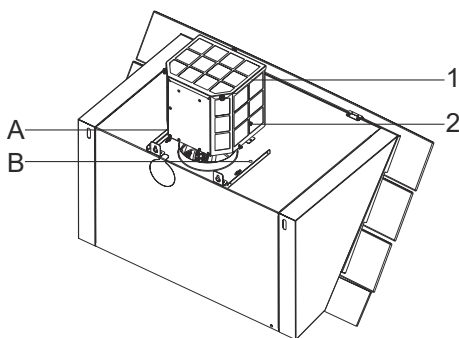

Fig. 8
- Montera nu skorstenarna på punkterna (Fig. 8).